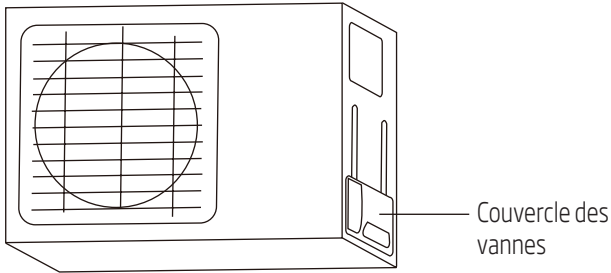

Fig. 6.9
1. Dévissez le couvercle de la vanne d'arrêt sur le côté de l'unité extérieure. (Voir Fig. 6.9)